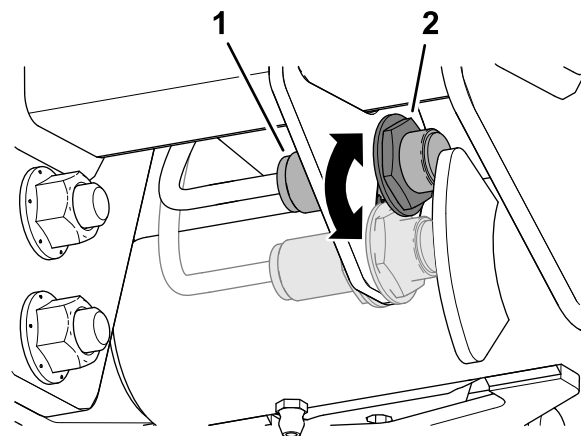

Figura 54
3. Slăbiți contrapiulița care fixează comutatorul braului de ridicare pe plăcua cu comutatoare (Figura 54).